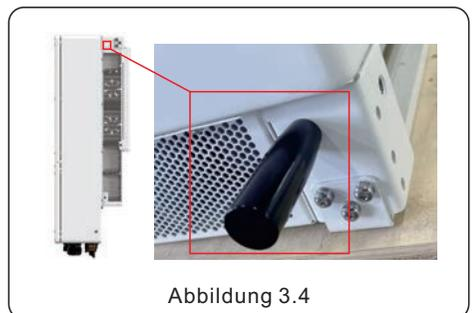

Abbildung 3.4
4. An der Maschine befinden sich vier schwarze Montagehandläufe, die abnehmbar sind und sich bequem installieren lassen (siehe Abbildung 3.4).
5. Die Position der Montage der Handläufe als rote Markierung in Abbildung 3.4.